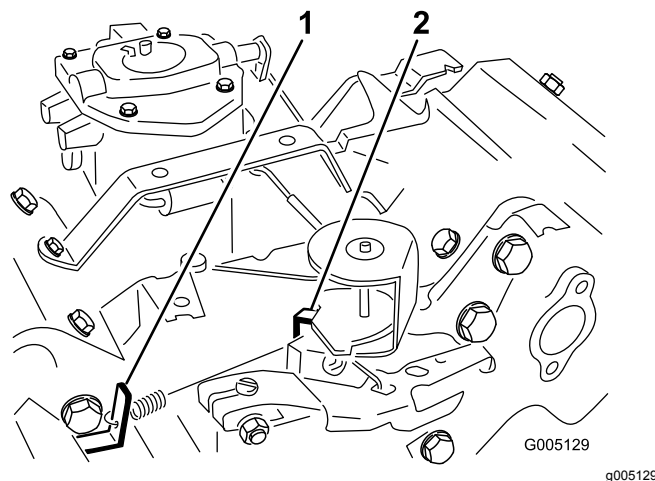

Figura 49
- Doble la pestaña de anclaje del muelle de regulación del ralentí (Figura 49) hasta obtener una velocidad de ralentí de 1650 ± 100 rpm. Compruebe la velocidad con un tacómetro.
- Mueva el control del acelerador a la posición Rápido. Doble la pestaña de anclaje del muelle de alta velocidad (Figura 49) hasta obtener una velocidad alta de 2850 ± 50 rpm.